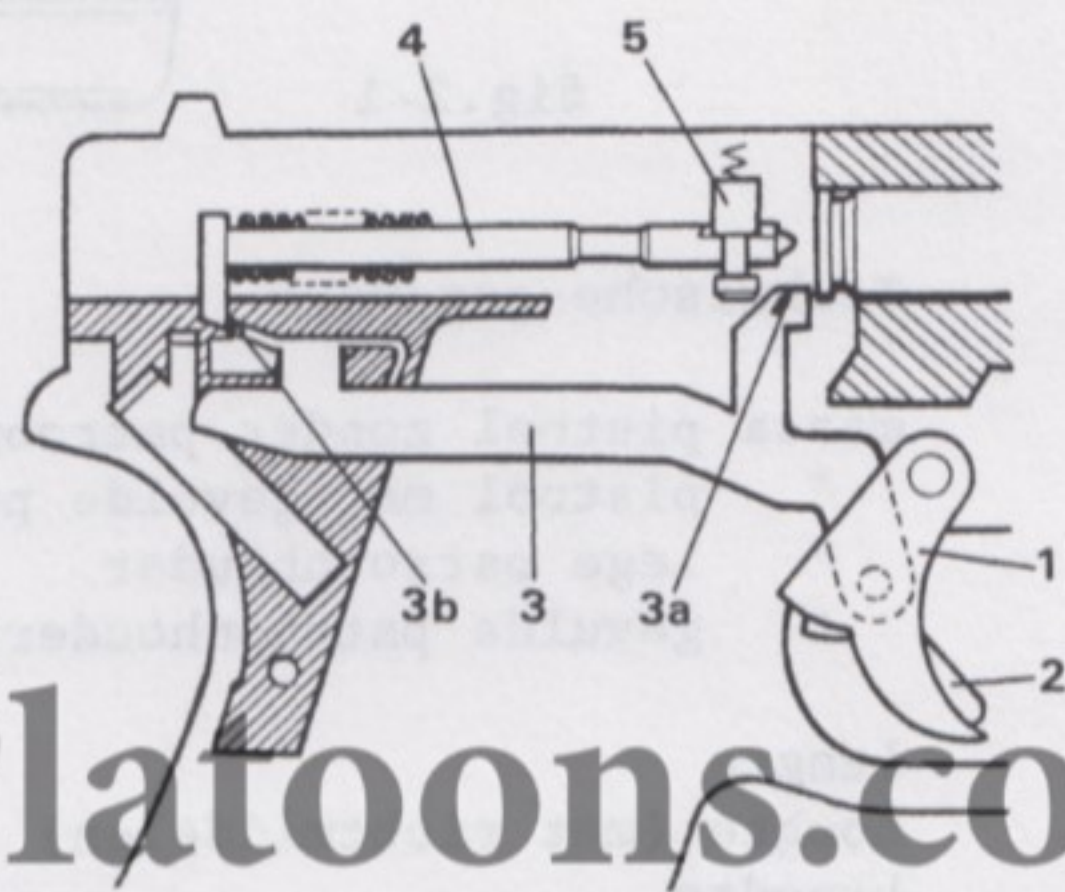

fig.2-2
De trekker (1) kan alleen dan worden overgehaald als eerst de trekkerveiligheid (2) wordt ingedrukt. (fig.2-2)
- deze op de afvuurstangveiligheid (7a) van het afvuurhuis (7) wordt geschoven;
- door de nok (3a) de slagpinveiligheid (5) in werking treedt en de veiligheid de slagpin blokkeert (fig.2-2).